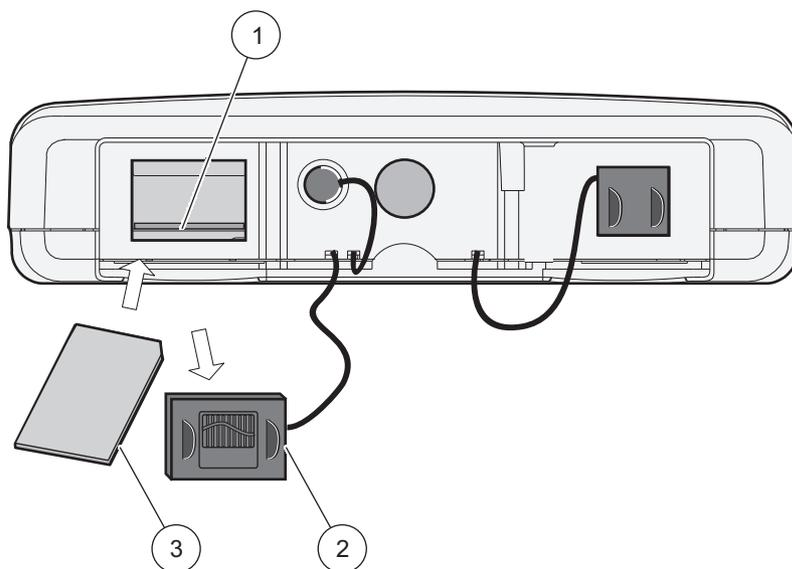

Figure 8 Dans la partie inférieure du module d'affichage
4. Retirez le couvercle du logement de la carte SD sur le module d'affichage du transmetteur sc1000 (Figure 8).